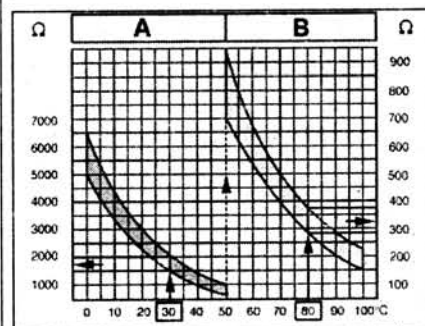

Рис. 3.25. Диаграмма для определения сопротивления датчика температуры во впускном коллекторе в зависимости от температуры.
9. Заданное значение сопротивления показано на рис. 3.25. Площадь А показывает сопротивление в температурном диапазоне 0-50 °C, площадь В – сопротивление в температурном диапазоне 50-100 °C. Например, температура 30 °C соответствует сопротивлению 1500-2000 Ом, температура 80 °C – сопротивлению 275-375 Ом.